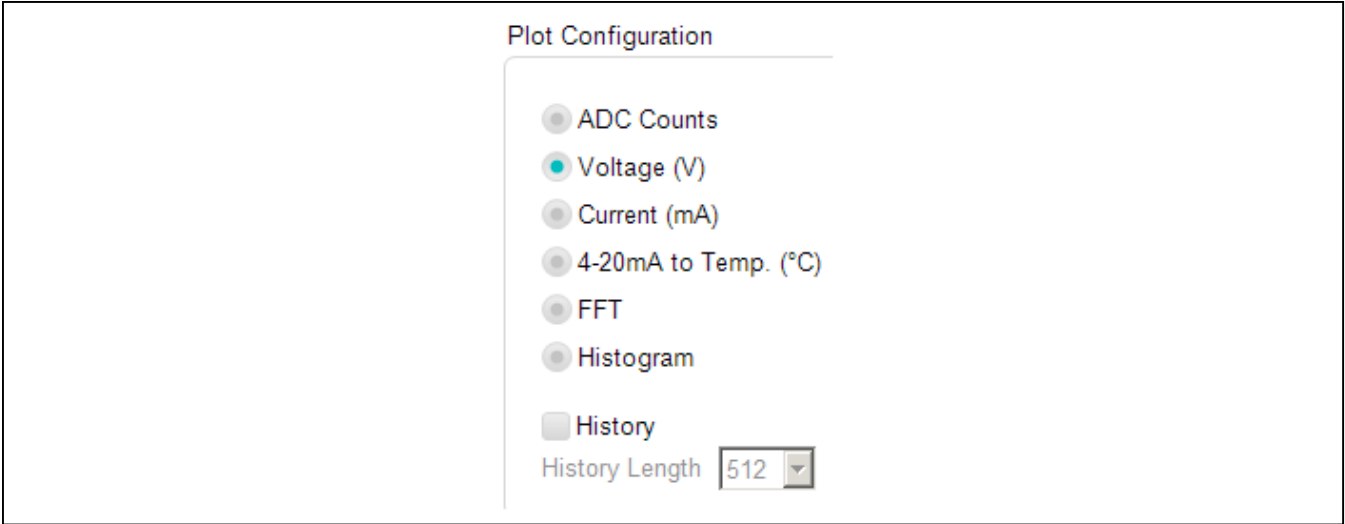

Figure 9a. Plot Configuration Options
- b) **Plot Configuration Options** (Figure 9a):